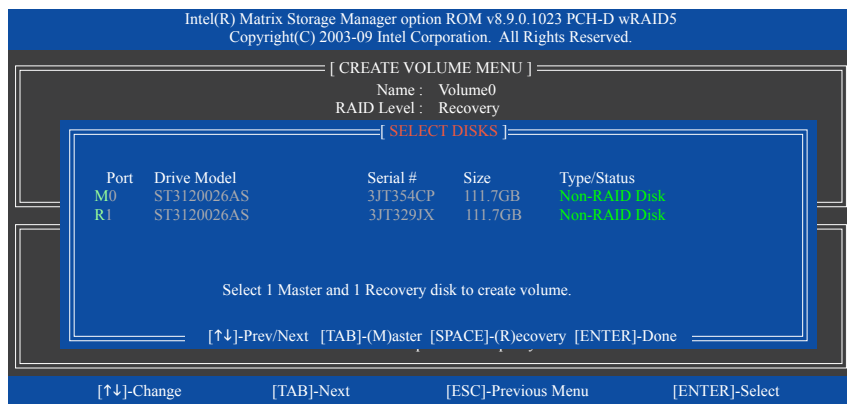

図 10
**Select Disks** アイテムの下で、<Enter>を押します。**SELECT DISKS** ボックスで、マスタドライブに対して使用するハードドライブには<Tab>を押し、リカバリドライブに対して使用するハードドライブには<Space>を押します。(リカバリドライブの容量がマスタドライブの容量より大きいことを確認してください)。<Enter>を押して確認します。(図10)